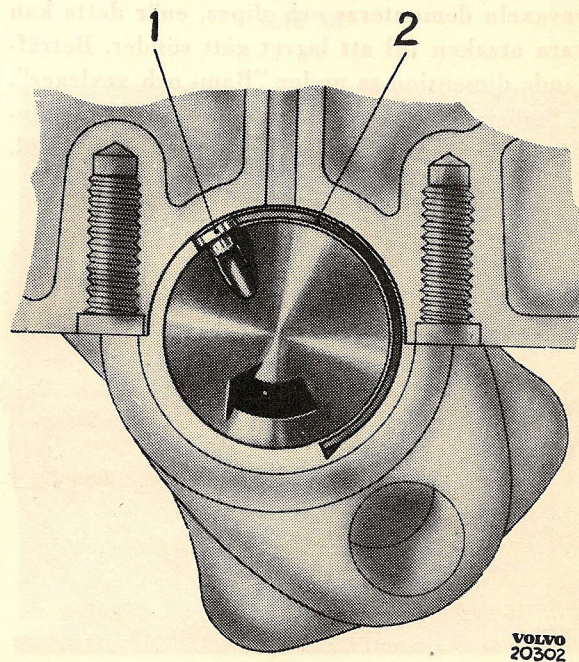

Bild 34.
Övre ramlagerhalva tages bort genom att ett stift (1 bild 34) sättes in i oljekanalen, varefter vevaxeln vrides i vanlig rotationsriktning. Lagerhalvan (2) följer härvid med runt och kan tagas bort. Inspektera lagertappen. Är ovaliteten större än 0,05 mm måste vevaxeln demonteras och slipas.